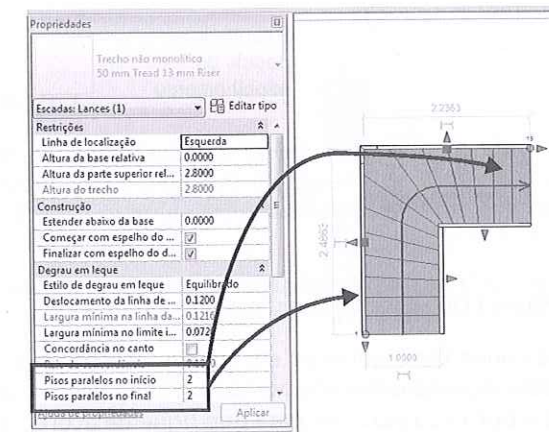

Figura 11.82 – Alteração do número de degraus paralelos.
2. Modifique as propriedades de tipo e instância. Uma escada em leque, por exemplo, pode ter o número de degraus paralelos alterado pelas propriedades de instância. Selecione a escada e, na aba **Modificar | Escadas**, escolha **Editar escadas**. Selecione a escada novamente e, na janela **Propriedades**, altere o número de degraus paralelos no início/final, conforme a Figura 11.82.